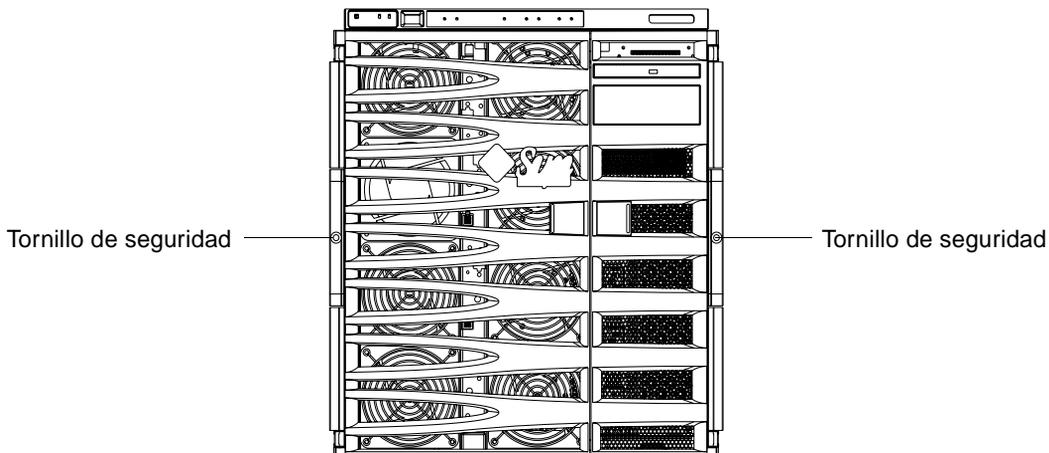

FIGURA 1-14 Ajuste de los tornillos de seguridad
11. Apriete los dos tornillos de seguridad de la parte frontal del sistema para fijarlo al mueble (FIGURA 1-14).